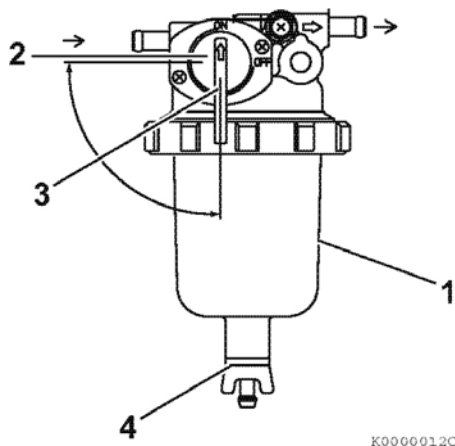

Рисунок 42
1. Поместите соответствующий контейнер под топливным фильтром / водным сепаратором (рисунок 42(1)), чтобы собрать загрязняющие примеси.
2. Закройте (рисунок 42(2)) топливный кран (рисунок 42(3)).
3. Ослабить сливной кран (рисунок 42(4)) на донной части топливного фильтра / водного сепаратора. Слейте воду, скопившуюся внутри.
5. Откройте топливный кран (рисунок 42(3)).